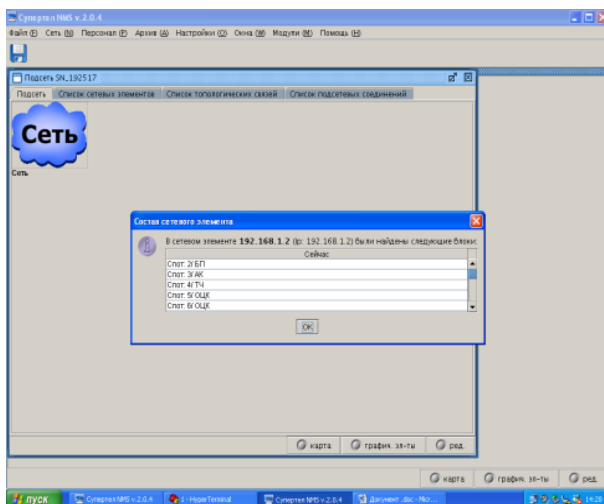

Рис. 20
6. Открывается окно «Состав сетевого элемента» (рис. 20), нажать «*OK*».